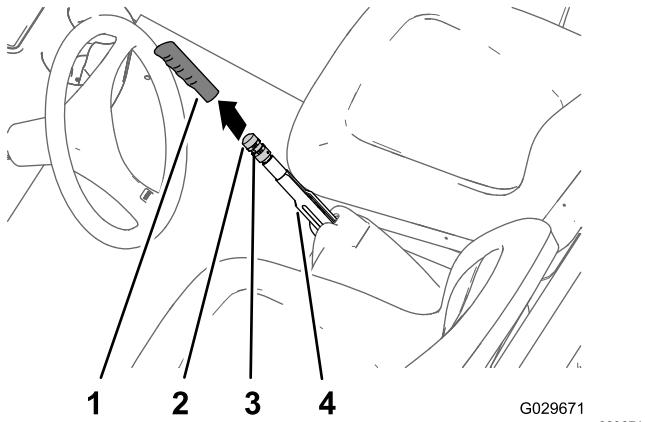

Рисунок 49
1. Снимите рукоятку с рычага стояночного тормоза (Рисунок 49).
2. Ослабьте установочный винт, который крепит ручку регулировки тормоза к рычагу стояночного тормоза (Рисунок 49).
3. Поворачивайте ручку регулировки тормоза до тех пор, пока усилие, требуемое для приведения в действие рычага стояночного тормоза, не достигнет 133–156 Н (Рисунок 49).
4. Затяните установочный винт и установите рукоятку на рычаг (Рисунок 49).
2. Ослабьте установочный винт (Рисунок 49), который крепит ручку регулировки тормоза к рычагу стояночного тормоза, выключите стояночный тормоз и ослабьте ручку регулировки тормоза.
5. Поворачивайте ручку регулировки тормоза (Рисунок 49) до тех пор, пока усилие,
- C. Поворачивайте ручку регулировки тормоза (Рисунок 49) до тех пор, пока усилие, требуемое для приведения в действие рычага стояночного тормоза, не достигнет 133–156 Н.
- Затяните установочный винт и установите рукоятку (Рисунок 49).